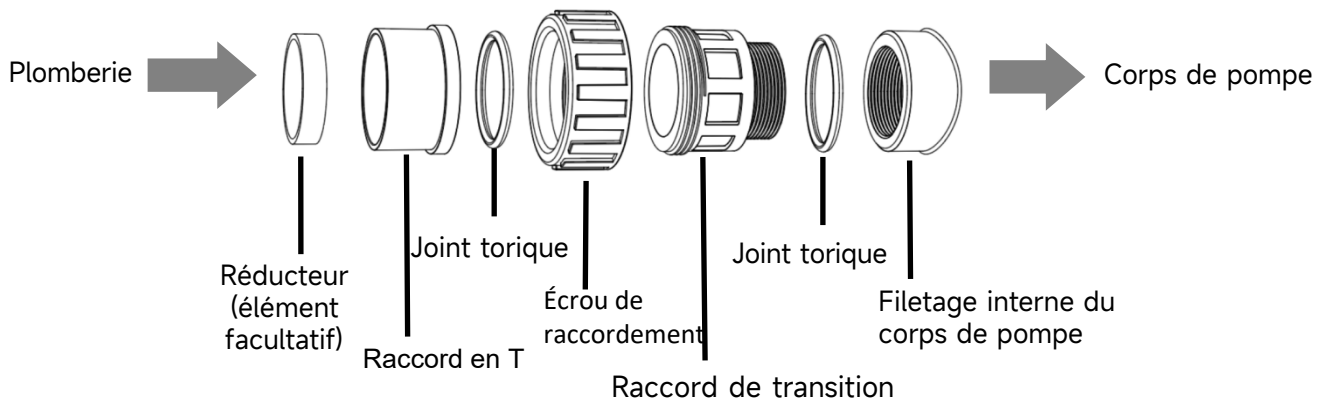

Figure 3 - Kit de raccordement
- 3) Utilisez le kit de raccord fourni par le fabricant de la pompe (voir figure 3). N'utilisez pas d'autres raccords pour connecter l'entrée/sortie de la pompe, car ils pourraient être incompatibles et endommager le corps de la pompe.